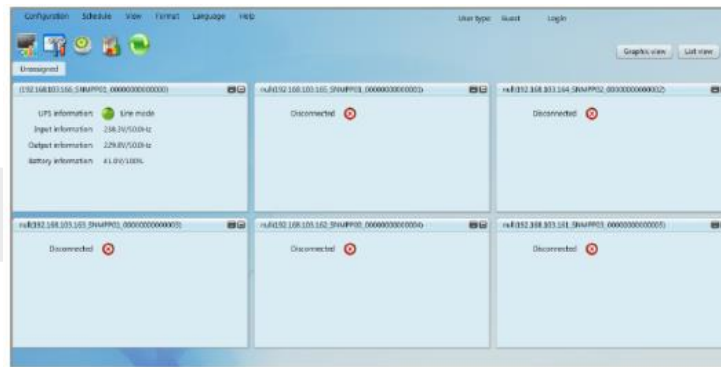

Imagen 1-7
2. Instalar software Viewpower pro para monitorear SNMP. Referir a imagen 1-7